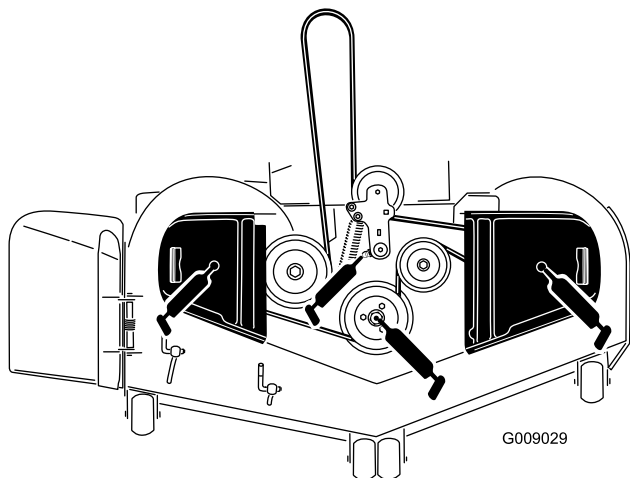

Figura 42
3. Engrase el pivote de la polea tensora de la carcasa del cortacésped hasta que salga grasa por el extremo inferior (Figura 42).
4. Engrase los tres cojinetes de los ejes hasta que rezume grasa (Figura 42).
5. Engrase el brazo tensor de la correa de transmisión (Figura 42).